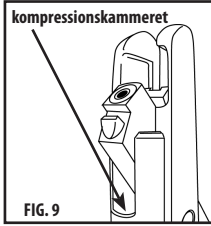

FIG. 9
- a. Påfør en dråbe Crosman RMCOIL (kan fås på crosman.com) ind i kompressionskammeret (**Fig. 9**).